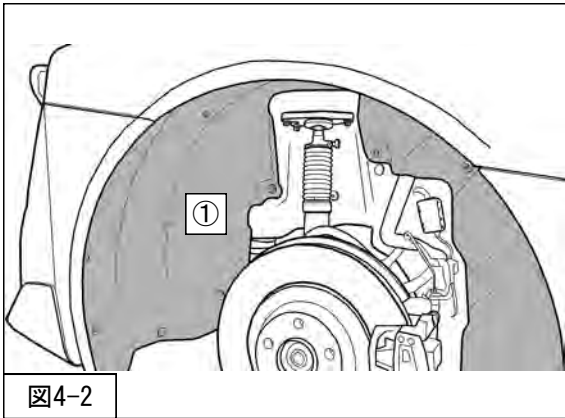

図4-2
4. ①リアホイールハウ斯拉イナを取付けてください。(図4-2)